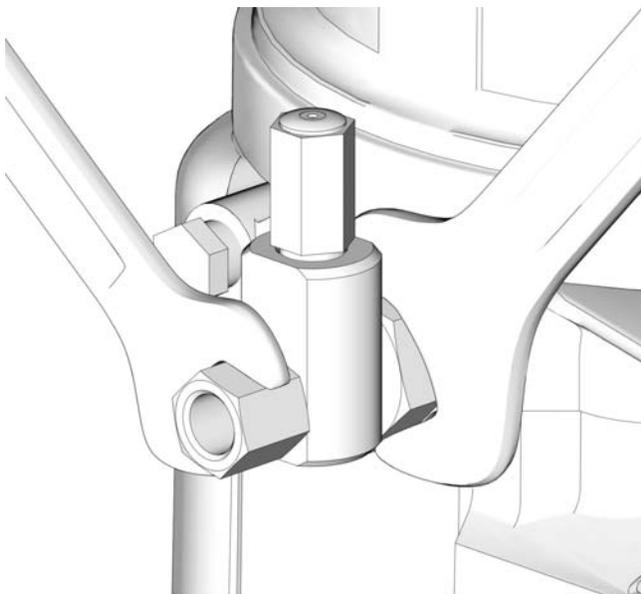

図 19
- ポンプ・エレメントもしくは補助取り付け金具に何かを接続する際には必ず二個の反対方向に働くレンチを使用して下さい。それぞれの例については、図 19 を参照してください。